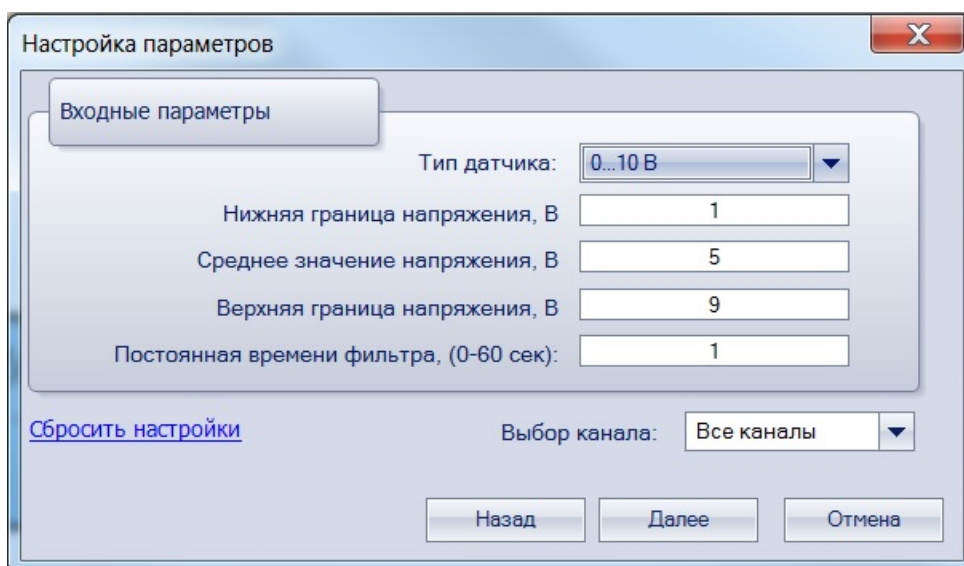

Рисунок 8.3 – Меню настройки параметров
3. Далее в окне «Настройка параметров» выбрать значение параметра «Тип датчика» равным «0...10 В» (см. рисунок 8.3).